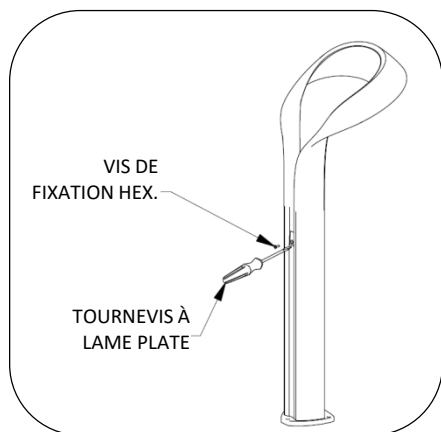

Fig.5 – Retrait du panneau d'accès
1. Retirer la vis de fixation, comme indiqué dans la figure 5. La clé hexagonale de fixation est incluse.
2. Faire glisser le couvercle du panneau d'accès d'1,27 cm. Si nécessaire, utiliser un tournevis à lame plate, comme indiqué dans la figure 5, pour ouvrir le panneau en faisant levier. Protéger le revêtement en poudre.